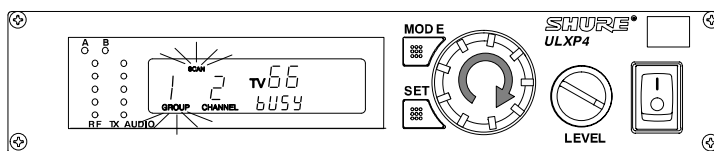

FIGURE 38
2. Pour commencer le balayage, tourner le bouton d'un quart de tour à droite comme illustré à la figure 38. Le récepteur commence automatiquement à balayer chaque canal de tous les groupes. Cela peut prendre jusqu'à deux minutes et le mot «bUSY» (occupé) s'affiche à l'écran.